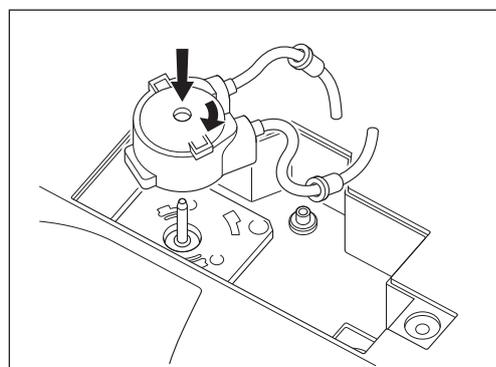

Abb. 55
- 7) Richten Sie den neuen Kühlmittelpumpensatz (Option) an der Antriebswelle aus. Drehen Sie ihn im Uhrzeigersinn, bis ein Klicken zu hören ist (Abb. 55).